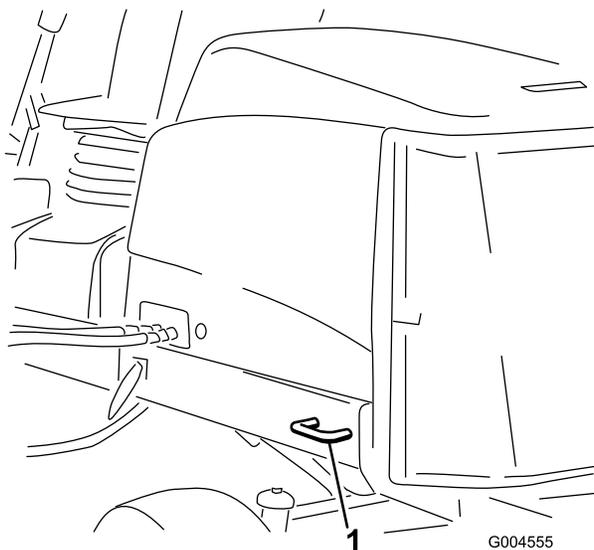

Figure 35
- Arrière – chaque côté de la machine sur le cadre arrière (Figure 35).